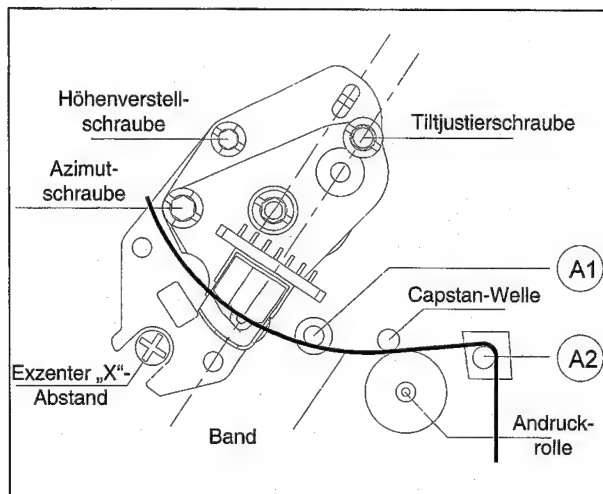

Abb. M13
- Exzentrerschraube drehen, bis der maximale Wert des TRIV-Signals erreicht ist (DC-Kopplung; siehe Abb. M13).